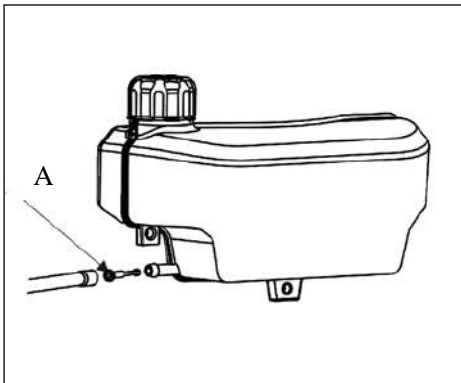

Fig. 14 A. filtro de combustible
3. Vuelva a instalar el colador de combustible (A) y el tubo de combustible. (Ver Fig.14)